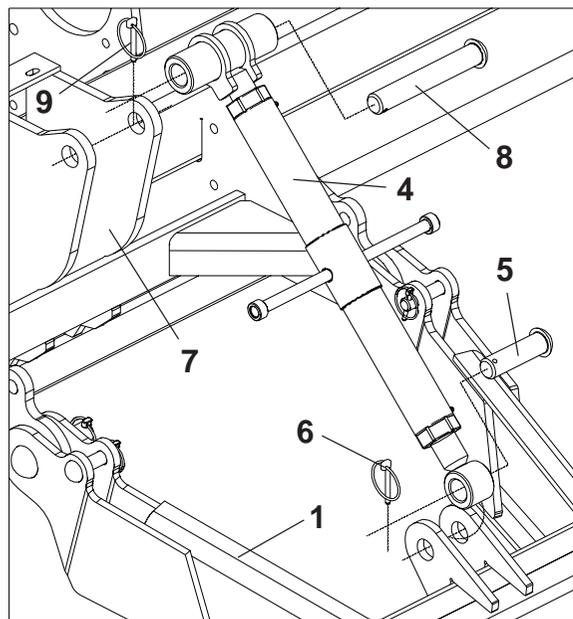

FIGURA 15
2 - Em seguida, introduza o regulador (4) no cabeçalho (1), fixando-o com o pino (5) e trava (6) e no suporte do montante (7) com o pino (8) e trava (9), **conforme mostra a figura 15.**